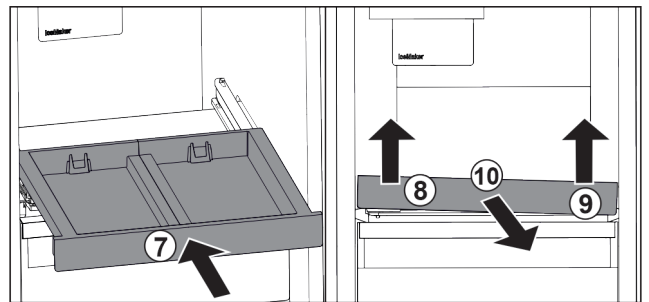

Fig. 20
- ▶ Gurnite izvlačnu ploču. Fig. 20 (7)
- ▶ Podignite izvlačnu ploču naprijed lijevo. Fig. 20 (8)
- ▶ Podignite izvlačnu ploču naprijed desno. Fig. 20 (9)
- ▶ Izvadite izvlačnu ploču prema naprijed. Fig. 20 (10)